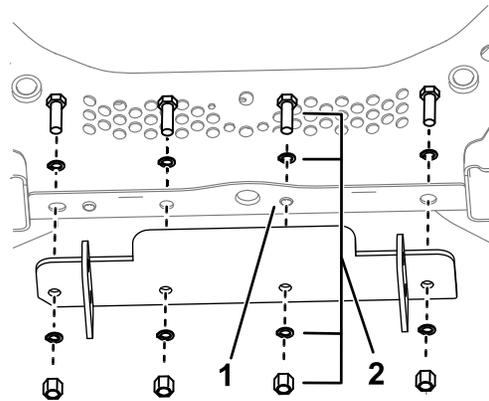

Bild 4
- Bei Fahrzeugen, die nicht mit einem Unterfahrschutz ausgestattet sind, befestigen Sie die Seiten der Halterung, markieren und bohren Sie das Loch für das verbleibende Loch wie in **Bild 4** dargestellt. Montieren Sie die Halterung mit vier Schrauben (1/2-13 x 1 1/2"), acht Federringen (1/2") und vier Muttern (1/2").
- Bei Fahrzeugen, die mit einem Unterfahrschutz ausgestattet sind, montieren Sie die Halterung unter Verwendung vorhandener Beschläge für den in **Bild 4** angegebenen Standort. Montieren Sie den